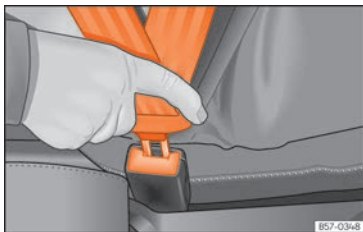

Fig. 24 Insertar la lengüeta del cinturón de seguridad en su cierre.
- Encastre la lengüeta en el cierre del asiento correspondiente »» fig. 24.